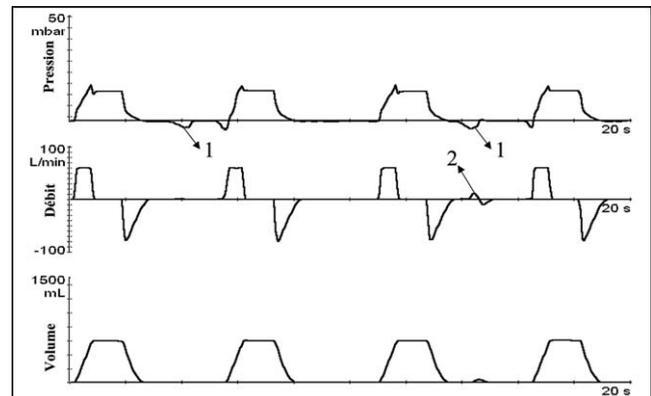

Fig. 8 Courbes de pression, de débit et de volume en fonction du temps lors d'efforts inefficaces
- seuil de déclenchement inspiratoire peu sensible (Fig. 8) ;